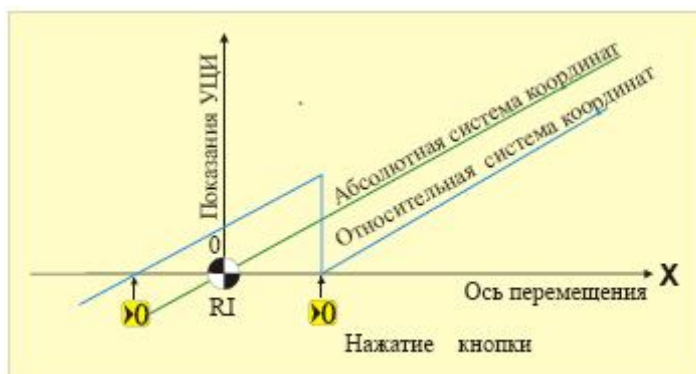

Рис. 7
- рассчитывает величину перемещения в одной из двух систем отсчета: *абсолютной* или *относительной* (рис. 7);
УЦИ одновременно контролирует перемещение в двух системах отсчета: *абсолютной* и *относительной* (рис. 7) для каждой оси.